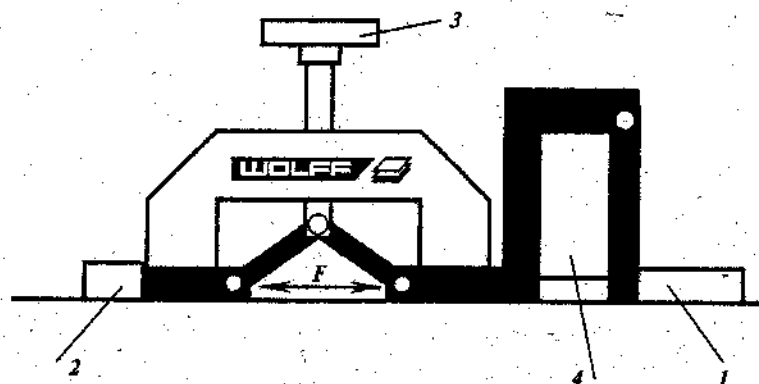

Рис. 12
Принцип его работы заключается в подборе необходимого усилия для отрыва деревянных брусков-образцов, приклеенных к стяжке. Чем выше это усилие, тем крепче стяжка на сдвиг. Происходит это следующим образом (рис. 12). На стяжку наклеиваются два деревянных бруска из дуба, один — упорный (1) размером  $100 \times 23 \times 10$ , другой — испытуемый (2),  $43,5 \times 23 \times 10$  мм. В качестве клея применяется универсальный клей для приклеивания дерева к камню. Сила клея должна обеспечивать надежную фиксацию образцов.